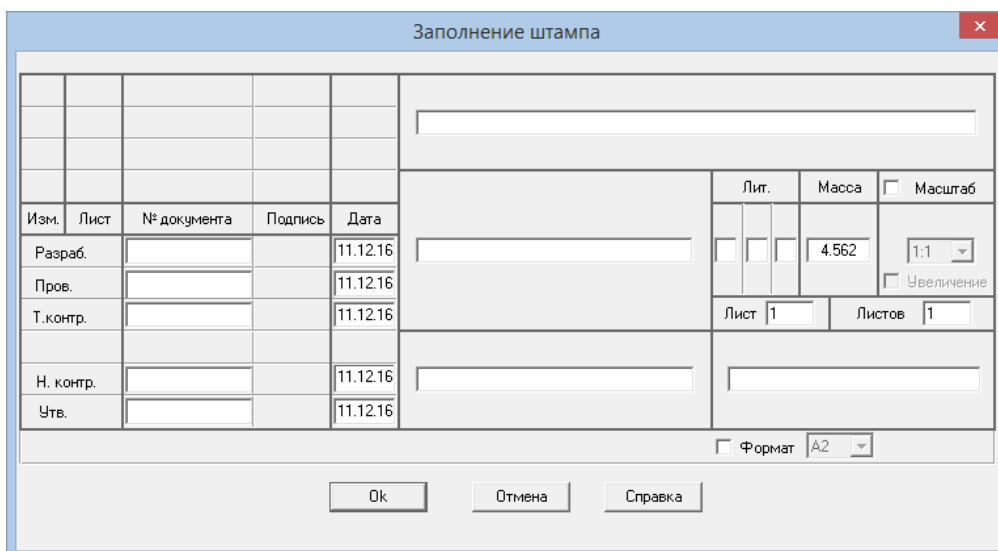

Рис. 5.8
- **Заполнение основной надписи.** Двойным щелчком левой кнопкой мыши в области основной надписи чертежа (меню **Данные/Штамп...**) открываем диалоговое окно «**Заполнение штампа**» (рис. 5.8), в полях ввода которого можно указать фамилии исполнителей и дату, а также выбрать масштаб чертежа, формат чертежа и т. д.